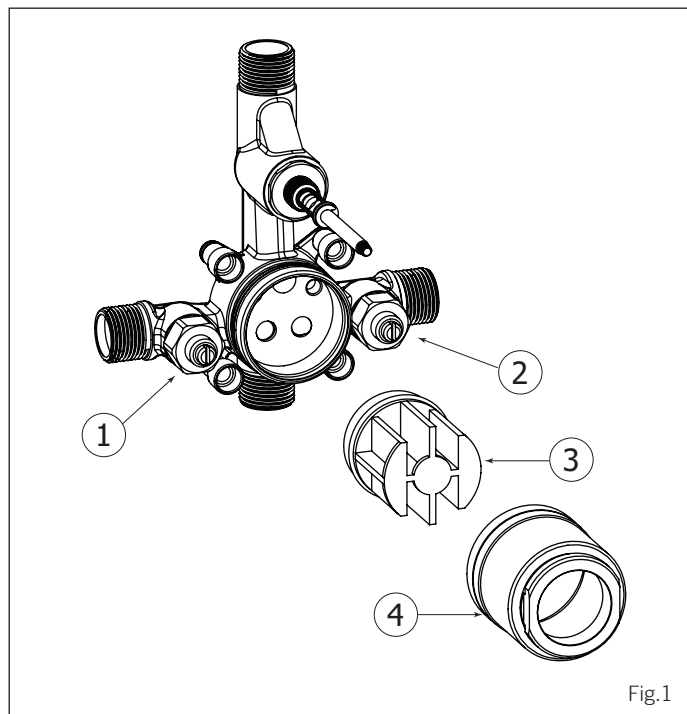

Fig.1
Afterwards, unscrew the cartridge holder (4) and remove the protective plug (3) (see Fig.1) .
Dévisser ensuite le manchon de valve (4) et retirer le capuchon protecteur (3) (Voir Fig.1).